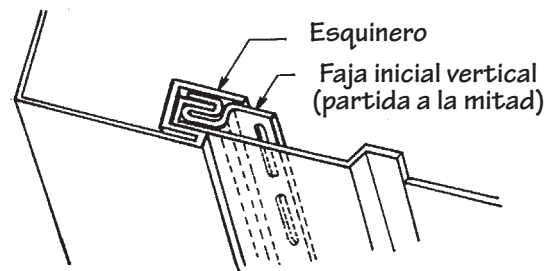

Figura 55.
- Forme una faja inicial cortando el dobladillo de clavado y la traba adyacente de un panel de revestimiento vertical. Sujételo dentro del canal receptor del esquinero. Verifique que este tramo esté nivelado. Deje suficiente espacio libre en la parte interna del esquinero para permitir que se fije el panel de revestimiento (Figura 55).